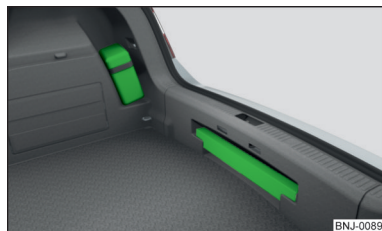
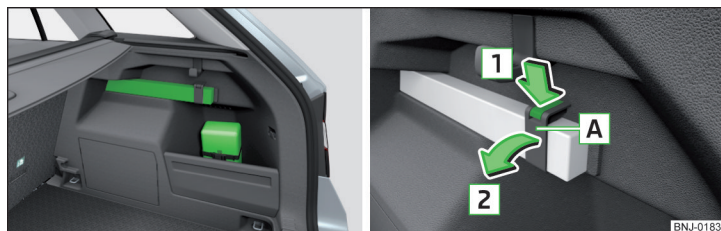

Fig. 176
Fig. 177 Posizionamento della cassetta di pronto soccorso e del triangolo d'emergenza - variante 2 / allentamento del triangolo d'emergenza
La cassetta di pronto soccorso può essere fissata sul lato destro del bagagliaio utilizzando un nastro di tenuta » fig. 176 e/o » fig. 177.
Il triangolo di emergenza può essere inserito nella cavità sotto il bordo di carico » fig. 176.
Il triangolo d'emergenza può essere fissato sul lato destro del bagagliaio utilizzando un nastro di tenuta » fig. 177.
- » Per l'**allentamento** premere il bloccaggio del nastro in direzione della freccia **1** e sollevare il nastro **A** in direzione della freccia **2** » fig. 177.